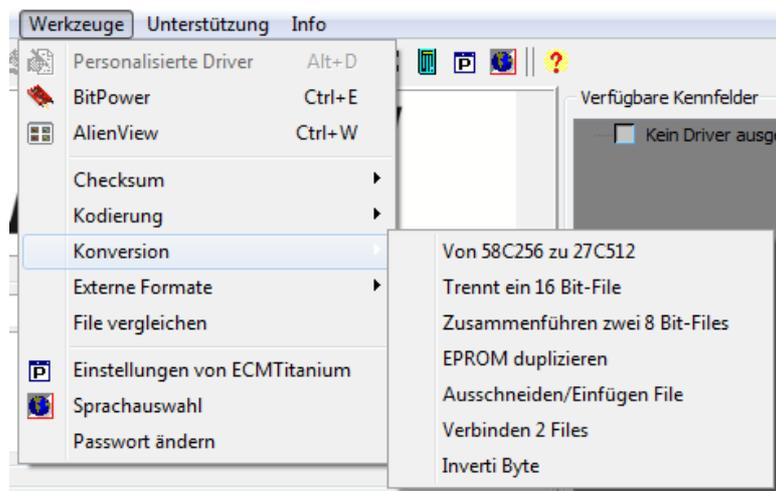

Abbildung 6: Liste der verfügbaren **Konversionen**.
1. Wählen Sie im Hauptfenster des Programms das Menü *Werkzeuge* und anschließend *Konversionen* (Abbildung 6).